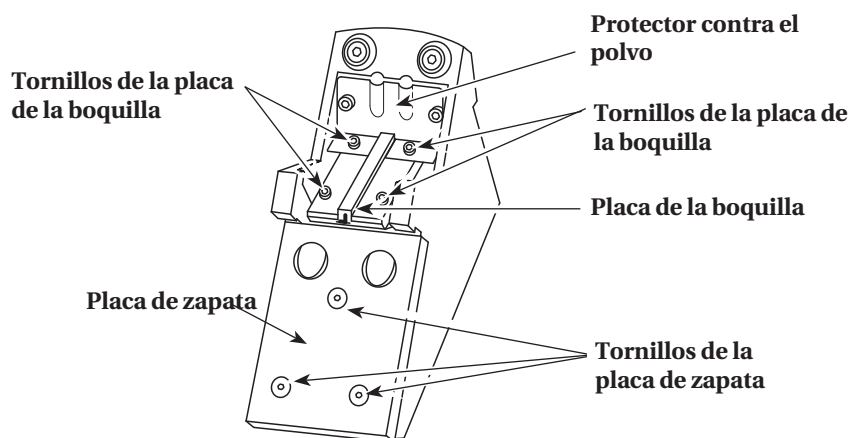

Figura 10 - Componentes de la clavadora/agrapadora para pisos
**CARGADOR** — La parte de la clavadora en que se guardan las grapas y los clavos en “L” (Ver Figura 10).